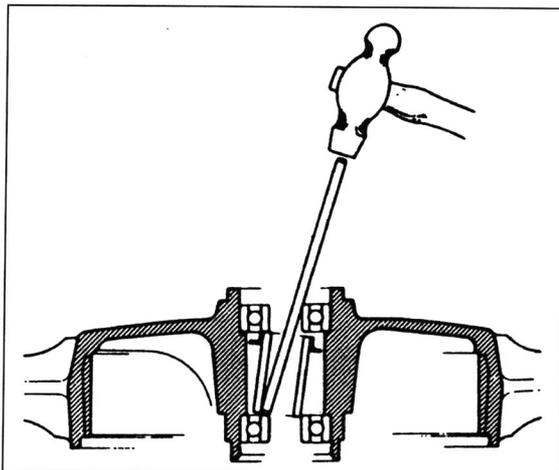

Bild 306
- Lager mit 10 mm-Dorn und Stahlhammer schrittweise über Kreuz austreiben (Bild 306). Nach Ausbau eines Lagers Distanzhülse entnehmen und das gegenüberliegende Lager austreiben.